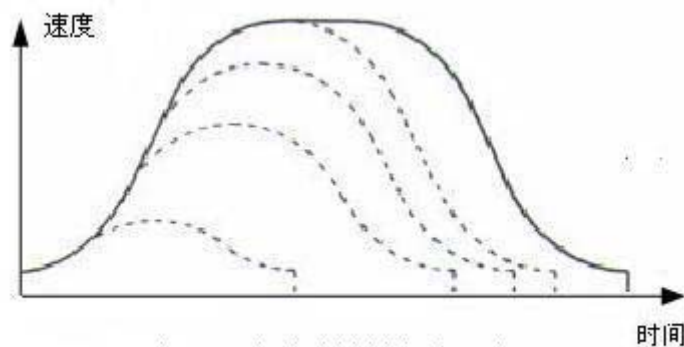

图4-11 自动降速避免尖三角
b.使用 S 形曲线的目的是产生平滑运动，但是如果因为距离太短或加速太慢原因导致电机速度在加速段不能升至设定的最大值 Max_Vel 时，理论上加速段将突然切换至减速段，从而导致在速度曲线中部出现尖三角，并因此引起该轴出现较大震动和相关问题。为了避免出现这种问题，DMC2410/DMC2410B 内置有自动调整功能，使得加减速段的过渡保持平滑，如图 4-11 所示。